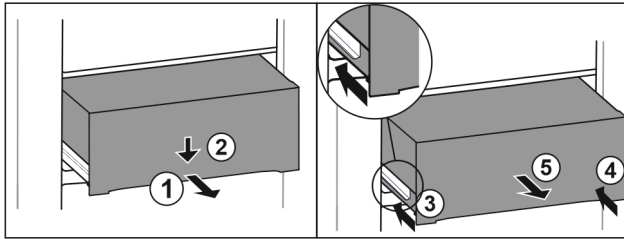

Fig. 108
- ▶ Tirer le tiroir jusqu'à mi-chemin. Fig. 108 (1)
- ▶ Appuyer sur l'avant du tiroir vers le bas. Fig. 108 (2)
- ▶ Insérer le rail gauche d'env. 2 cm. Fig. 108 (3)
- ▶ Insérer le rail droit d'env. 2 cm. Fig. 108 (4)
- ▶ Retirer le tiroir par l'avant. Fig. 108 (5)